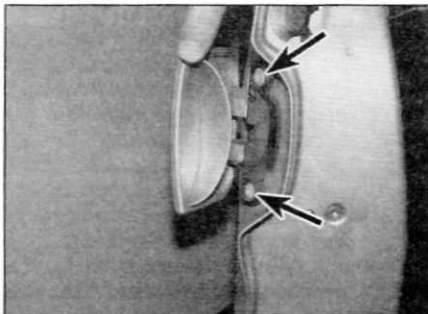

Рис. 12.4. Высверлите головки заклепок (отмечены стрелками) и снимите наружную ручку с передней двери
- 4 Используя сверло на 6,0 мм, высверлите головки заклепок с внешней стороны и снимите ручку с двери (рис. 12.4). Отсоедините тягу и снимите ручку.